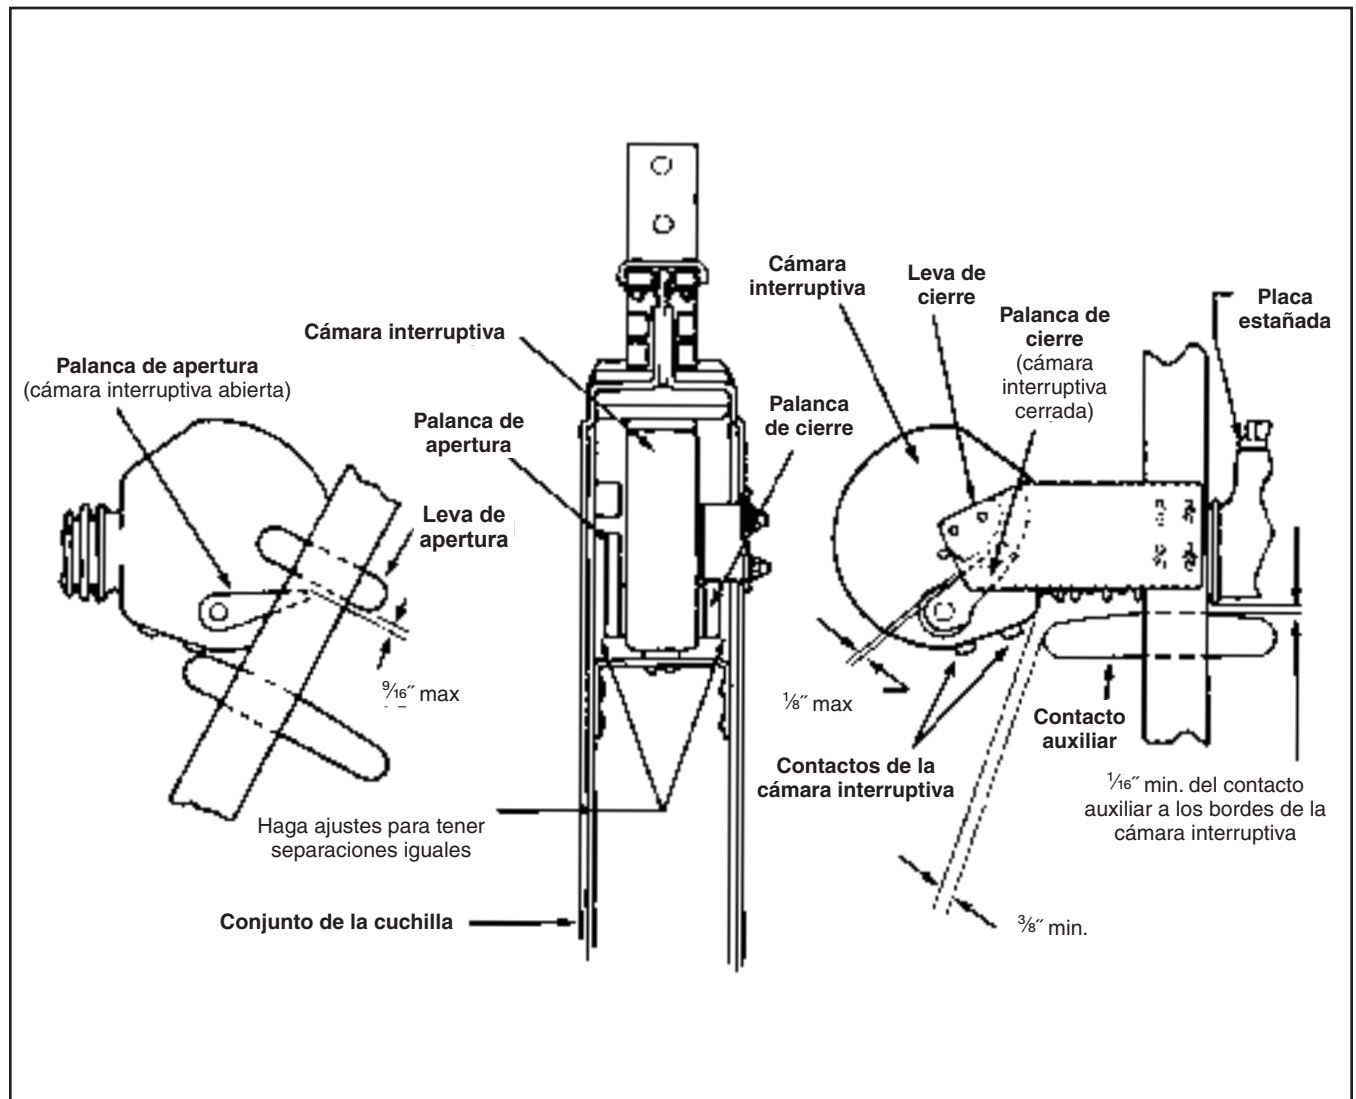

Figura 4. Puntos de revisión del funcionamiento de las cámaras interruptivas de Cypoxy que utilizan dos husillos integrales para fijarlas al interruptor.
Estas cámaras interruptivas de repuesto vienen con cuatro tornillos de cabeza cilíndrica ranurada de acero inoxidable de  $\frac{1}{4}$ " - 20  $\times$   $\frac{7}{8}$ " y roldanas de seguridad. Salvo ésta excepción, estas cámaras interruptivas son esencialmente iguales a las cámaras interruptivas que utilizan dos tornillos de fijación en los Interruptores Alduti-Rupter Estilos de Apertura Lateral e Integral de Apertura Lateral. Por lo tanto, se deben seguir los procedimientos de instalación y las relaciones de las dimensiones específicas del Interruptor Alduti-Rupter Estilo de Apertura Lateral e Integral de Apertura Lateral. Vea la Figura 4.
**Paso 1** Consulte la Figura 4.
**Paso 9** Consulte la Figura 4.